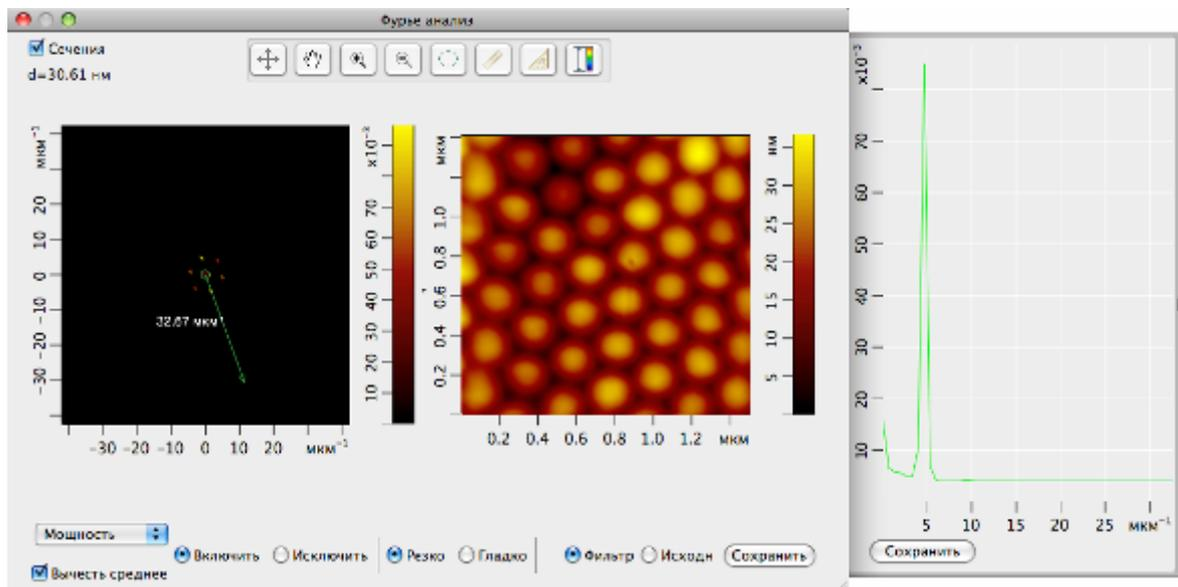

Рис. 5-42. Окно **Фурье анализа**
При выборе метода **Фурье анализ** в дереве методов, открывается окно **Фурье анализа** (Рис. 5-42).
При построении изображения Фурье-образа по оси Z , в зависимости от выбранного метода, в меню, расположенном в левом нижнем углу окна **Фурье анализа** (Рис. 5-42), отображаются следующие величины:
– при работе с исходным изображением фрейма выполняется функция измерения длины отрезка. После нажатия кнопки, щелчком мыши зафиксируйте на изображении одну точку. При перемещении мыши с нажатой основной кнопкой происходит построение отрезка из зафиксированной точки. Измеряемая длина отображается в центре отрезка; – при работе с Фурье-образом выполняется функция сечения Фурье-образа. После нажатия кнопки поместите курсор на поле Фурье-образа, нажмите основную кнопку мыши, при этом появится радиус-вектор, выходящий из центра, конец которого совпадает с положением курсора. Не отпуская основную кнопку мыши, переместите курсор на необходимую точку. В открытой панели Сечения (Рис. 5-42) появится сечение Фурье-образа, проходящее по радиус-вектору;